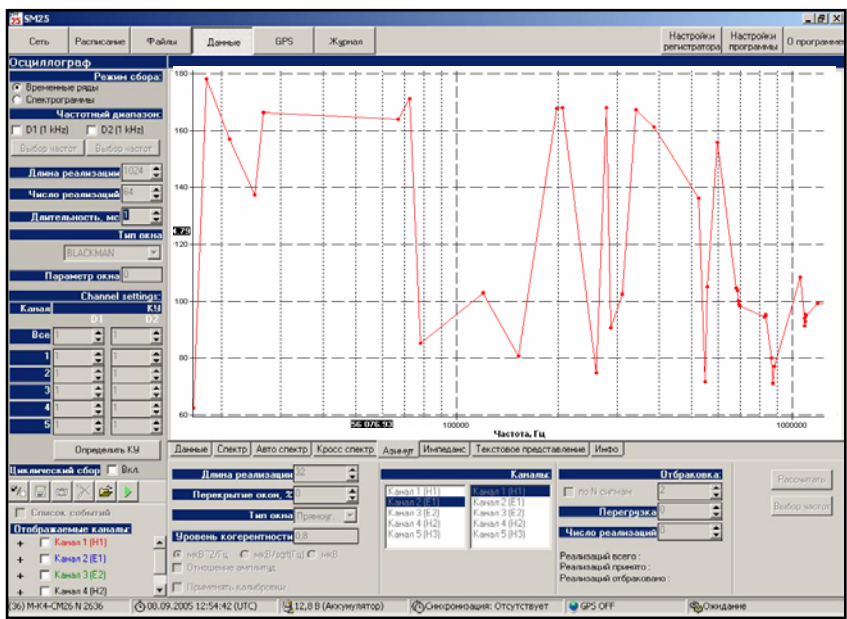

Рисунок 8.12
- Вкладка «Азимут» (рисунок 8.12) выводит расчетные значения азимутов источников зарегистрированных сигналов;